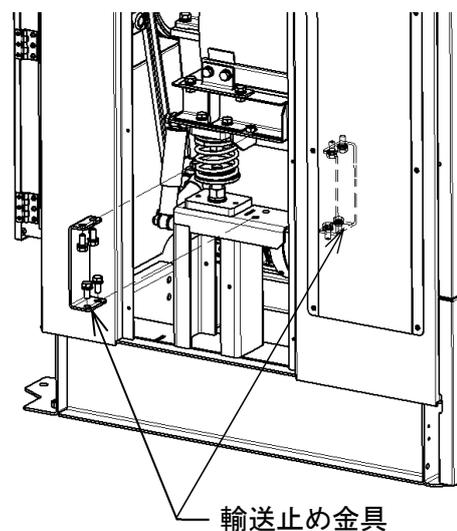

図 4-7
2) 左右計 4ヶ所の輸送止め金具を全て外します。(図 4-7)